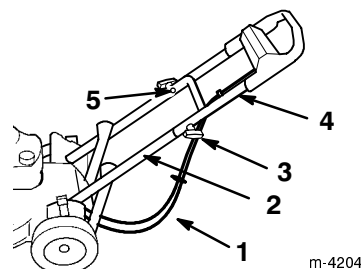

Figure 4
5. Glissez la partie supérieure du mancheron sur la partie inférieure de sorte qu'elles s'adaptent parfaitement (Fig. 4).
6. Les câbles doivent passer sous et derrière la partie inférieure du mancheron, comme indiqué à la Figure 4.
7. Fixez la partie supérieure du mancheron à la partie inférieure à l'aide de deux boulons profilés et boutons (Fig. 4).